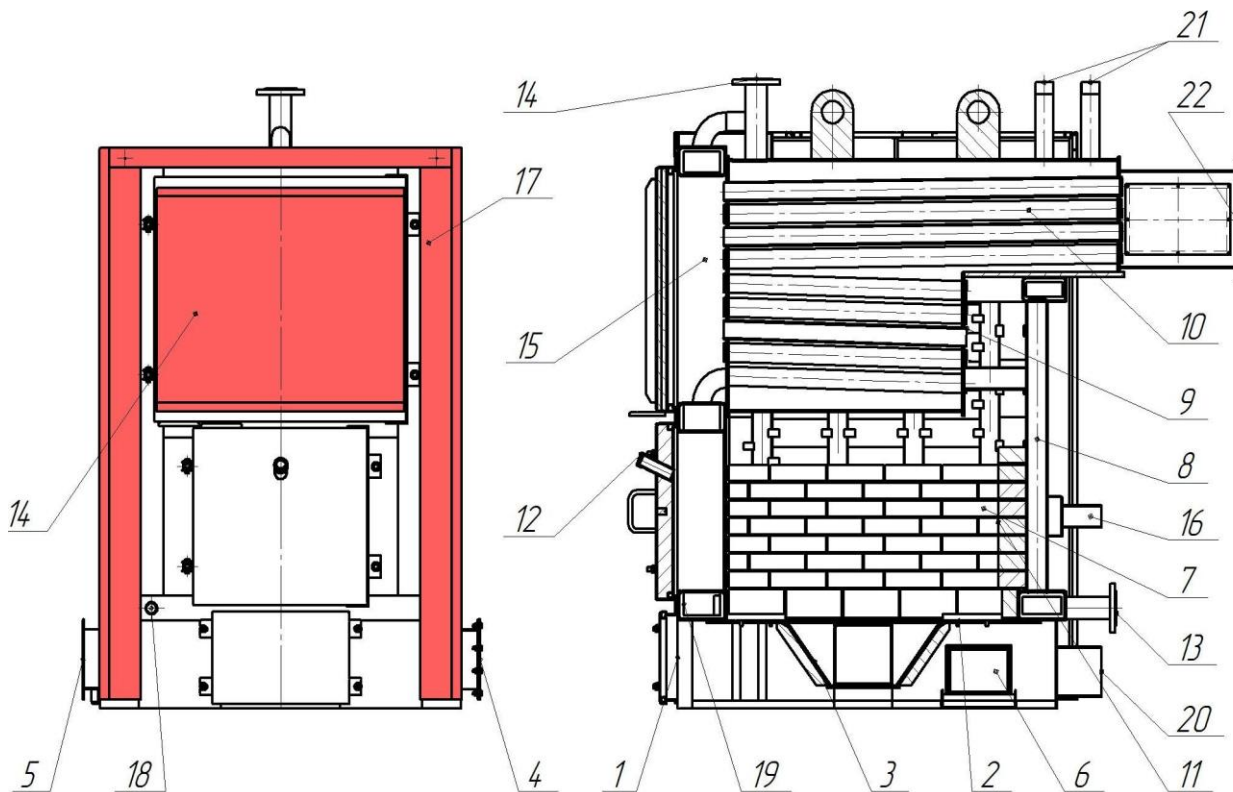

Рис.4 Пристрій котла
5.1.1 Основа котла 6 (рис. 4) являє собою зварну конструкцію і включає в себе: зольник 1, збірну рушту 2, реторту і рукави для механічної подачі палива і дутьєвого повітря. Ззаду передбачені двері для огляду і очистки підруштованої зони. Верхня частина основи, що не обмежена руштою і зольник теплоізолювані вогнетривкою цеглою 7.